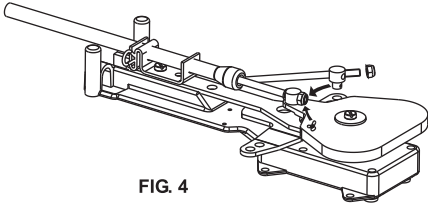

FIG. 4
- 1) Introduza o cabo do acelerador no suporte tal como indica a FIG. 4 (caso necessário, retire a porca e a vedação do cabo).